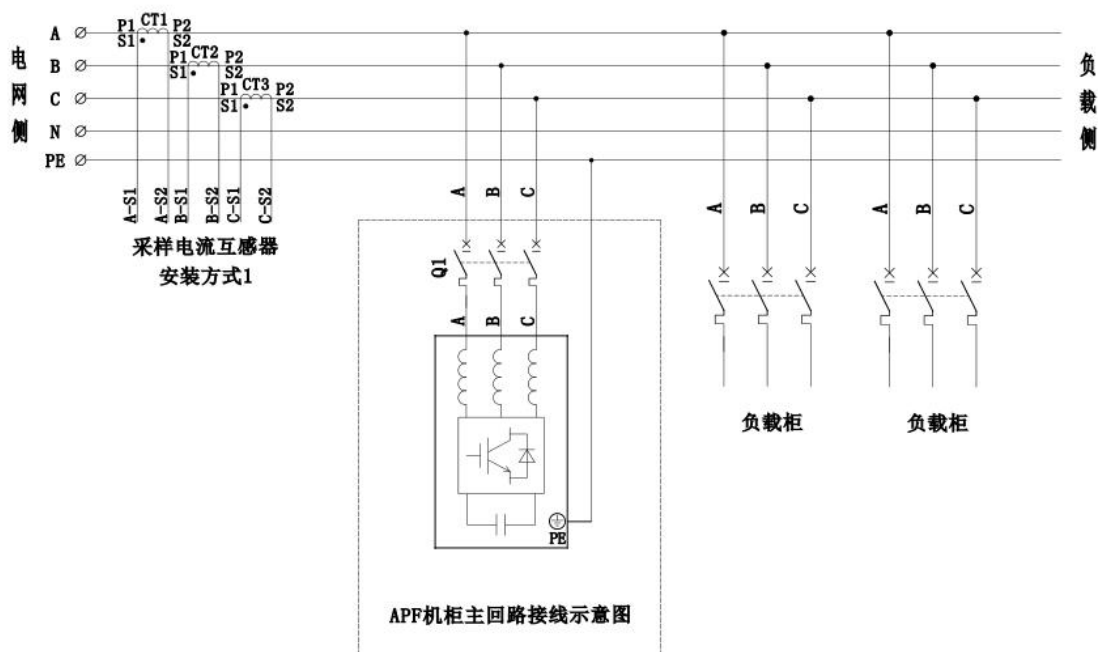
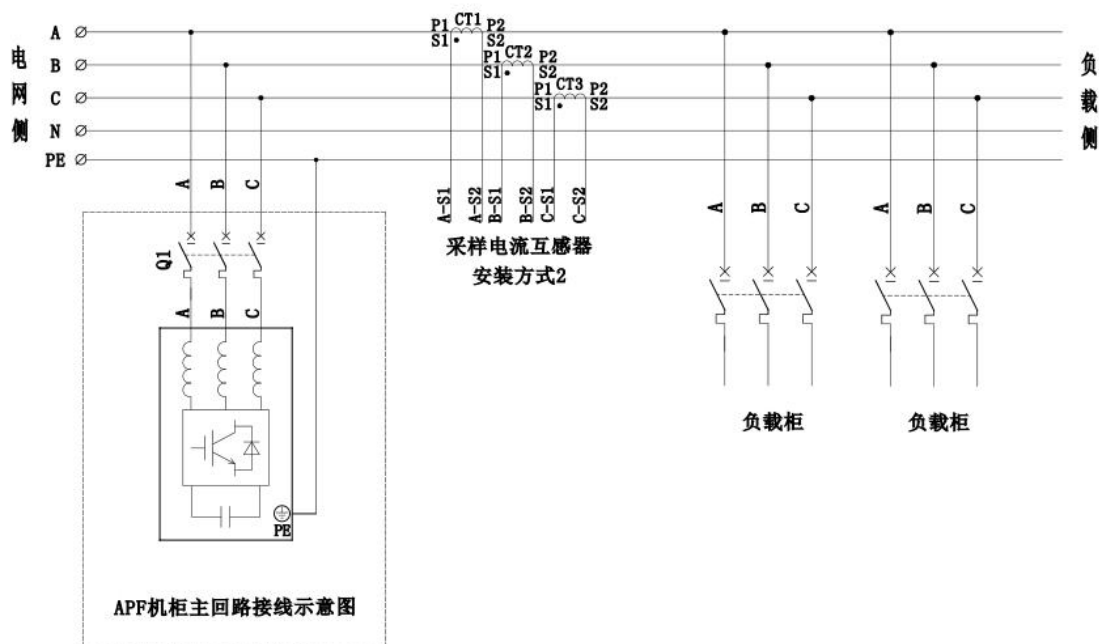

图 2-2A 第一种安装方式（互感器位于设备接入系统的节点前，称为电网侧）
图 2-2B 第二种安装方式（互感器位于设备接入系统的节点后，称为负载侧）
- 采取正确的配电方式（见图 2-2A 和图 2-2B），以保证 APF 及用户设备安全；